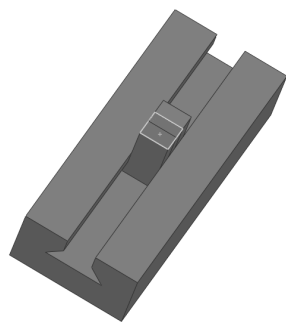

图 11-39 体积干涉检查
1) 打开装配体, 调节两个撞块相互重合。体积干涉检查装配体文件如图 11-39 所示。